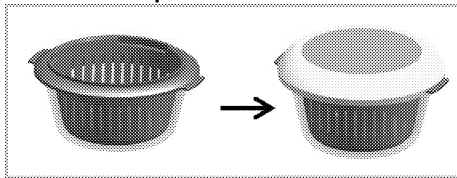

Figura 1: posición para la fabricación del queso
1. Colocar el filtro en el recipiente de vidrio como se muestra en la figura 1.
3. Dependiendo de la receta, cierre la tapa del accesorio (Figura 1).